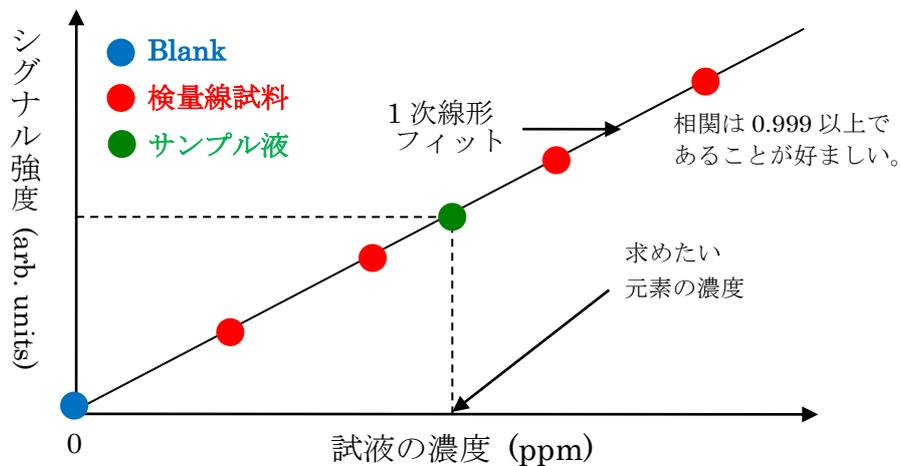

図2 ICP測定による濃度決定法
- ④ 2 分ほど待機する。
- ⑤ 測定が終了すれば測定対象のそれぞれの元素のシグナル強度が示されたテーブルが印刷される。
- ⑥ Blank、検量線試料 no1, no2, no3, no4、サンプル液についても③～⑤と同様の手順を行う。
- ⑦ サンプル液の濃度は図 2 の原理に従い決定される。サンプル液の測定が終わればサンプルの濃度 (ppm) 示されたテーブルが印刷される。